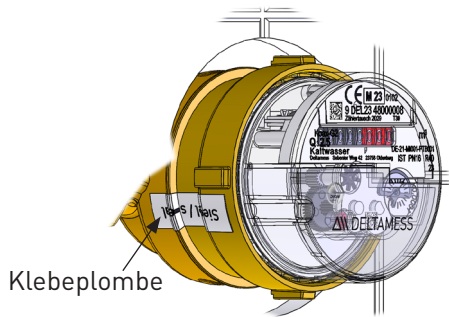

Bild 5 (Plombierung Messeinsatz)
- Messeinsatz mittels Klebplombe am Gehäuse sichern (Bild 5).